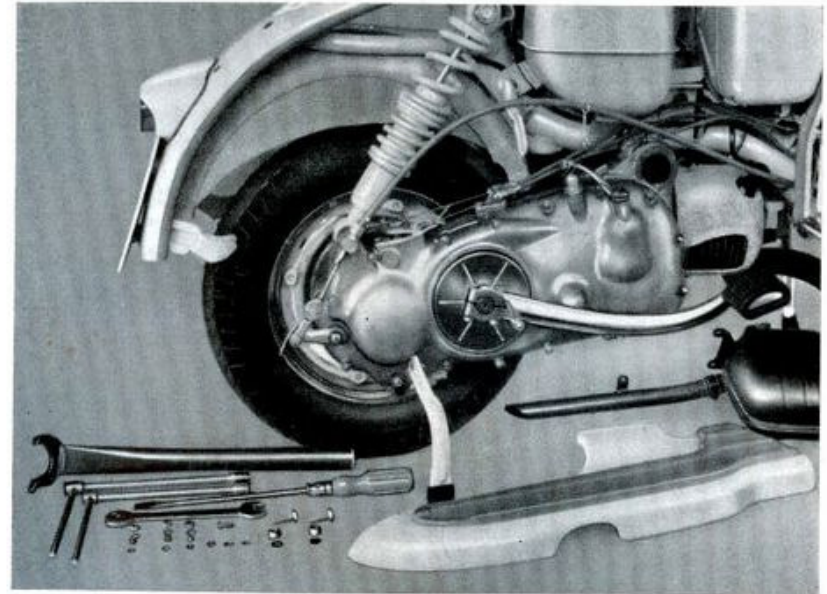

Fig. 1
- » 3 - Smontare la pedana destra: svitare i due dadi che la fissano al telaio (chiave da 8), la vite di fissaggio della mascherina di raccordo e le due viti di fissaggio del traversino di sostegno (chiave da 14). Vedi fig. 1.